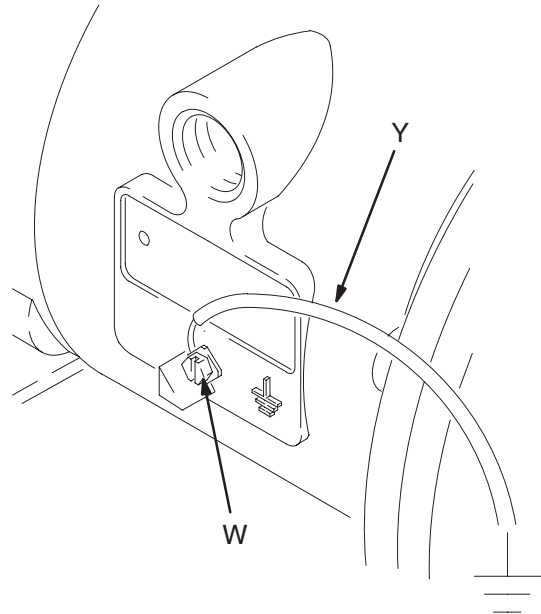

Fig. 1
- **Pomp:** Verbind een aarddraad en aardklem zoals weergegeven op Fig.1. Draai de borgmoer (W) los. Steek een uiteinde van een aarddraad (Y) van minimaal 1,5 mm2 achter de borgmoer en draai de moer goed vast. Sluit het klemuiteinde van de aarddraad aan op een echt aardingspunt. U kunt een aarddraad en aardklem bestellen met bestelnummer 819.0157.